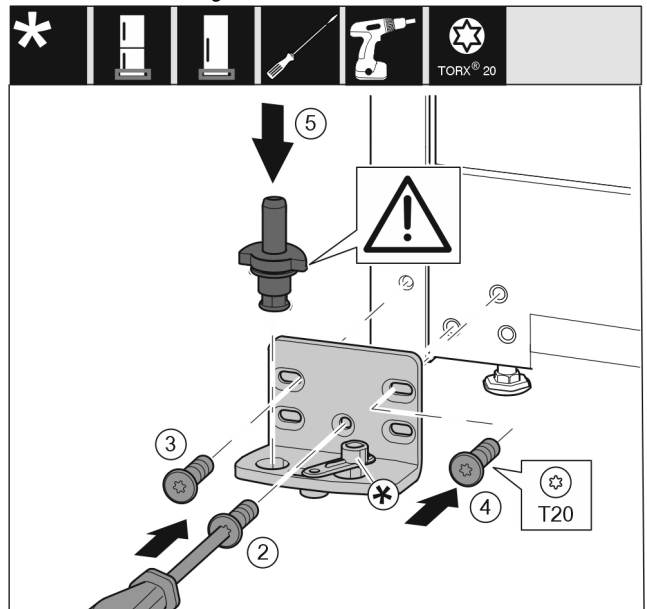

Fig. 15
- ▶ Poser le support de palier de l'autre côté et le visser à l'aide d'un tournevis T20. Commencer par la vis 2 en bas au milieu. Fig. 15 (2)
- ▶ Visser les vis 3 et 4. Fig. 15 (3,4)
- ▶ Mettre en place l'axe de palier complet. Veiller à ce que l'ergot d'enclenchement soit orienté en arrière. Fig. 15 (5)